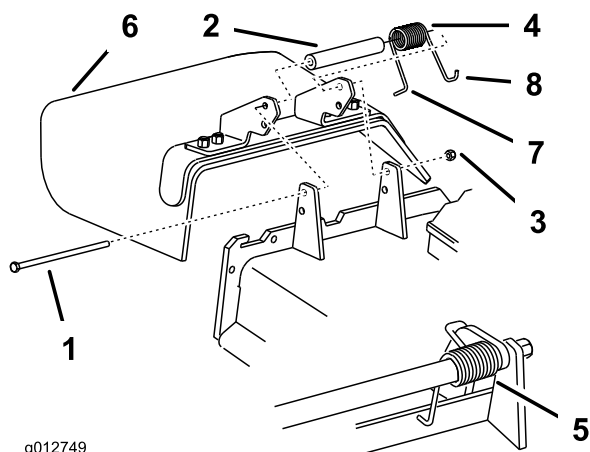

Figura 87
1. Retire la contratuerca, el perno, el muelle y el espaciador que sujetan el deflector a los soportes de pivote (Figura 87). Retire el deflector de hierba dañado o desgastado.
Nota: Asegúrese de colocar el extremo en L del muelle detrás del reborde de la plataforma antes de instalar el perno, según se muestra en la Figura 87.
3. Instale el perno y la tuerca. Coloque el extremo en J del muelle alrededor del deflector de hierba (Figura 87).